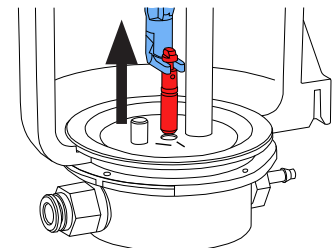

Abb. 11
- Dosierdüse mit Werkzeug fassen und nach oben herausziehen (Abb. 11)